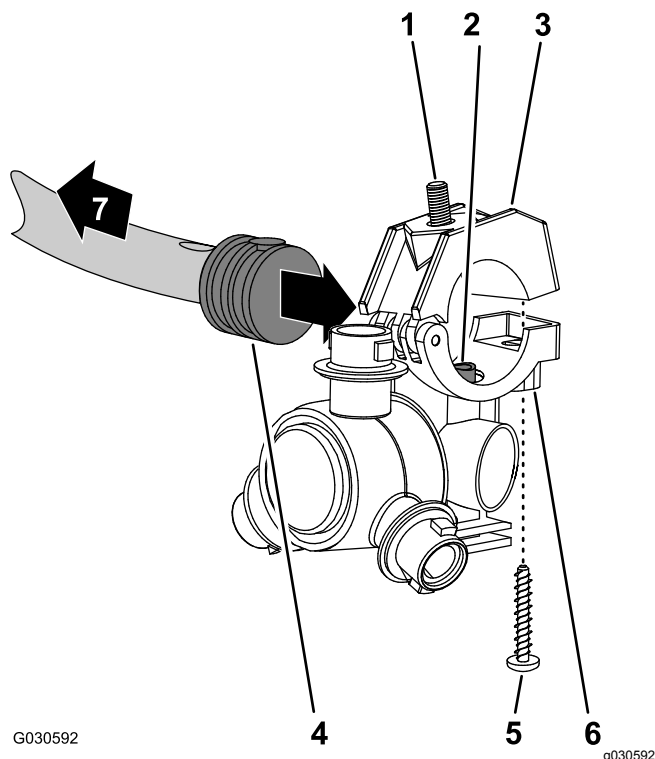
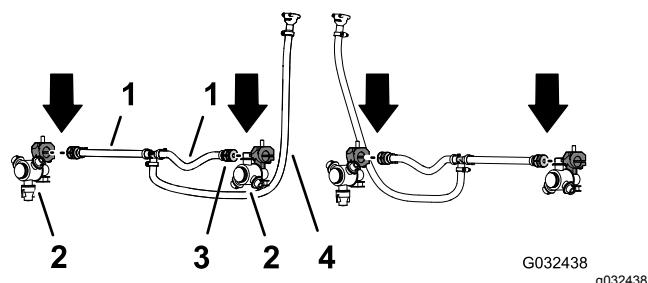

Figura 80
Figura 81
1. Lavorando con gli ugelli dell'irroratrice che avete rimosso in 12 Rimozione dei flessibili degli ugelli dell'irroratrice per il sistema a 3 sezioni \(pagina 34\), rimuovete le viti in acciaio inox che fissano le metà superiori delle fascette alle selle (Figura 80).
2. Individuate il foro sul lato del portagomma dentellato singolo all'estremità del flessibile di 25 cm del gruppo flessibili (valvola dell'irroratrice 5 o 6) per la sezione della barra centrale (Figura 80 e Figura 81).
3. Allineate il tubo di trasferimento sulla sella di un ugello dell'irroratrice (Figura 80) con il foro sul lato del portagomma dentellato singolo (1/2").
4. Chiudete la metà superiore della fascetta attorno al portagomma dentellato e fissate la metà della fascetta e il corpo dell'ugello dell'irroratrice (Figura 80) con la vite in acciaio inox (n. 12 x 1 1/4"); serrate la vite in acciaio inox a 226-282 N·cm.
5. Ripetete i passaggi da 2 a 4 sui portagomma dentellati singoli degli altri gruppi flessibili (valvola dell'irroratrice 5 o 6) per la sezione della barra centrale (Figura 80 e Figura 81).